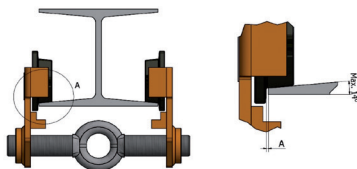

Fig. 9
- ⚠ A inclinação máxima da flange da viga não deve ultrapassar 14° (consultar Fig. 9).
- ⚠ O entreferro entre a coroa do rolo de deslizamento e a flange da viga deve corresponder a  $1,0 \pm 2,5$  mm (dimensão A da Fig. 9).